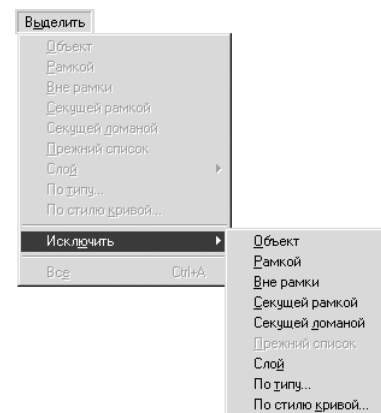

Рис. 1.13
11. Команда **Исключить** позволяет отменить выделение тех объектов, которые были выбраны ранее. После вызова команды на экран выводится дополнительное меню (рис. 1.13), в котором содержатся варианты указания элементов, с которых нужно снять выделение.